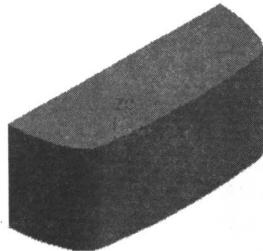

图 1-2 拉伸的实体
• 选择布尔运算为创建（Create），运算结果见图 1-2。